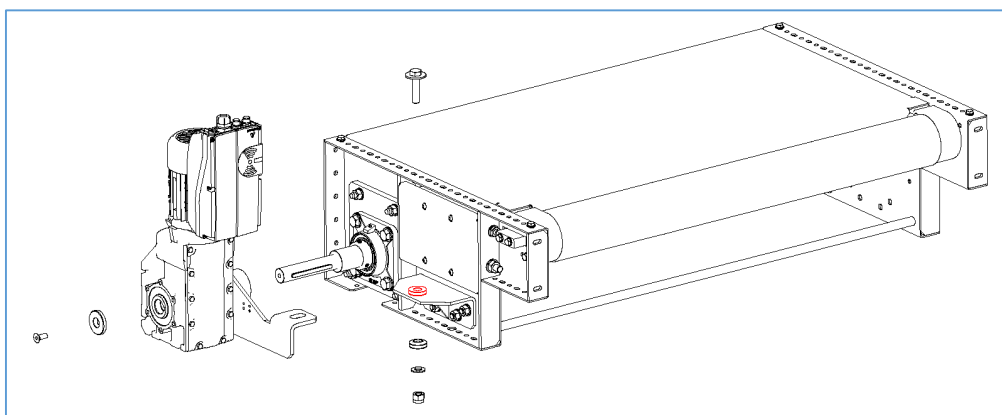

Figura 62 – Prima applicazione antivibrante
- i) Applicare il primo supporto antivibrante sulla staffa di supporto del braccio di reazione. (vedere Figura 62).